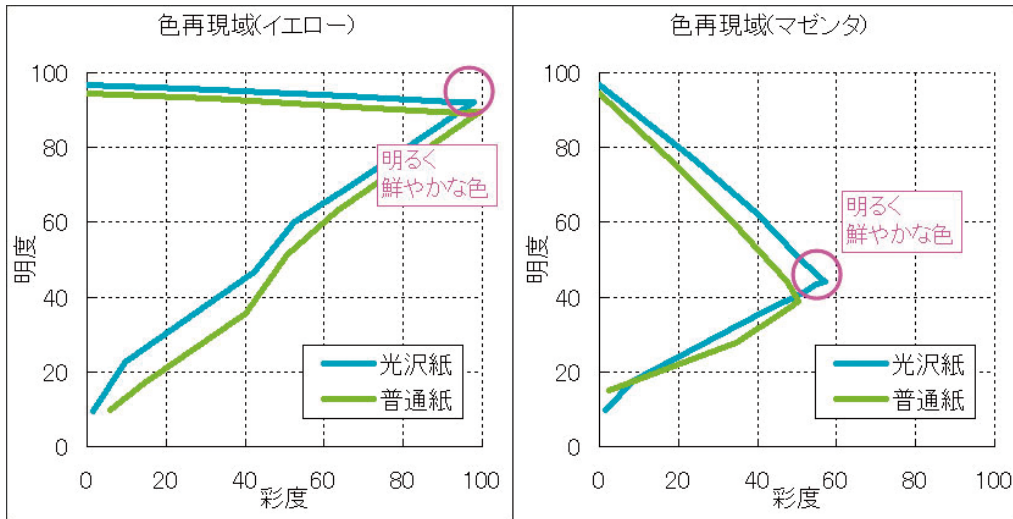

図4 光沢紙の色再現域の拡大
デバイスのCMYKデータに変換する処理が行われますが、この変換処理の要となるものがICCプロファイル*7です。MX-4500DSのプリンタ画像処理では普通紙と光沢紙それぞれで最適な画質となるように、光沢紙専用のICCプロファイルを設計しました。その結果、光沢紙では、①用紙の高光沢に対応した色域の拡大、②特に人肌の色再現に重要なイエロー・マゼンタ域の明度、彩度アップ、③シャドウ部の墨量(黒トナーの割合)増加によるコントラスト強調等が特徴の光沢紙に対応しい画質が得られました(図4)。